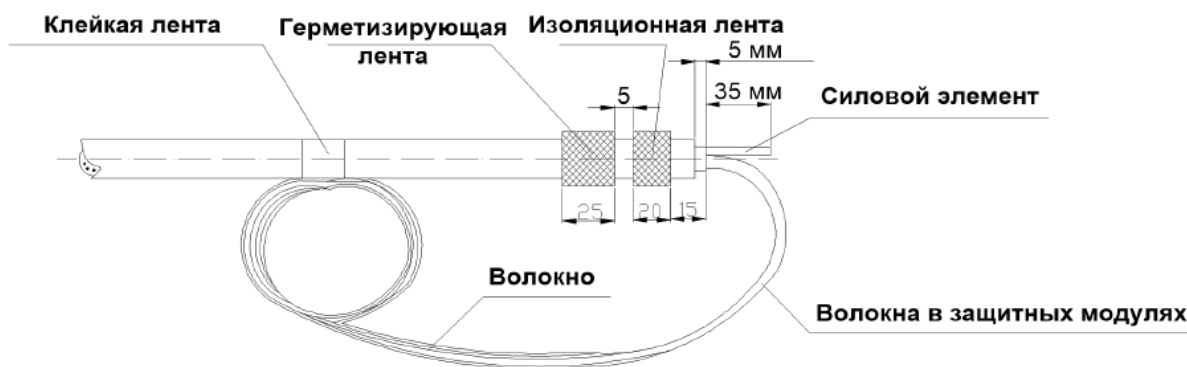

Рисунок 4 – Разделение оптических волокон
4.5 Оставьте порядка 35 мм длины центрального силового элемента от точки, где заканчиваются оболочки кабеля, излишки обрежьте (смотрите рисунок 4).